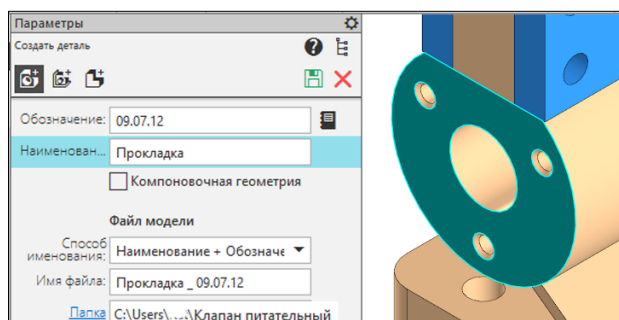

Рис. 175
1. Выделите плоскую грань выхода корпуса и вызовите команду *Создать деталь* . На панели *Параметры* задайте свойства создаваемой детали, укажите каталог для записи файла *.../Клапан питательный* и сохраните  (рис. 175). Вы перейдете сразу в режим эскиза.